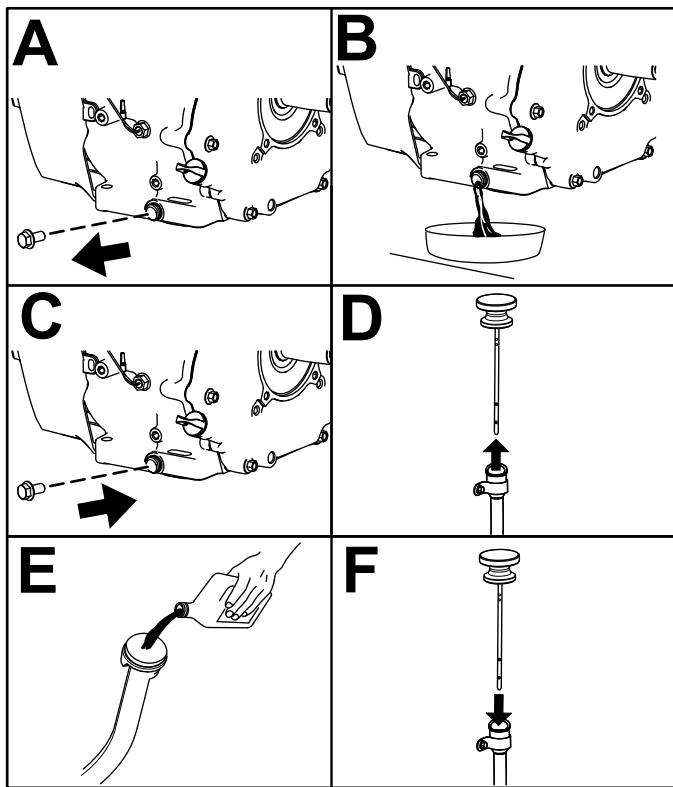

Figura 40
6. Cambie el aceite del motor, tal y como se muestra en Figura 40.